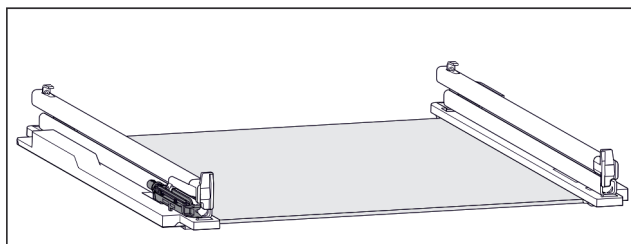

Fig. 99 Tlumicí jednotka
- K levé kolejničce je připevněna tlumicí jednotka. (viz Fig. 99)